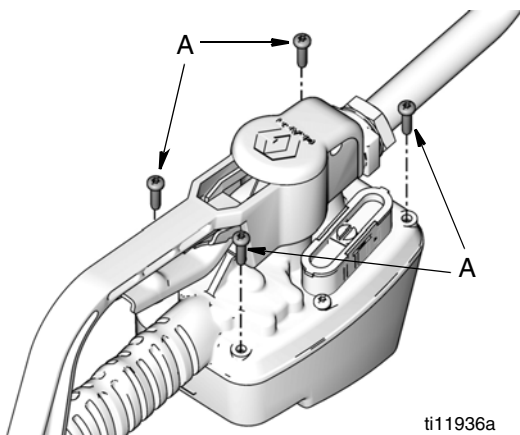

FIG. 30
2. Utilice una llave Torx (T20) para retirar los 4 tornillos (A), situados en la parte inferior del contador (FIG. 30). Conserve estos tornillos para volver a montar el conjunto.